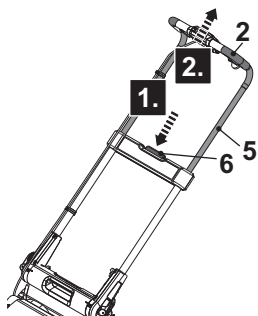
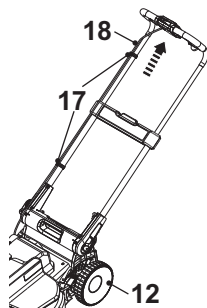

Fig. 3
Fig. 4
4. Premir o botão de bloqueio (6) e mantê-lo em posição (Fig. 3, passo 1), depois agarrar a pega (2) para puxar a pega da barra superior (5) (Fig. 3, passo 2).
5. Solte o botão de bloqueio (6) e continue a puxar a pega da barra superior (5) até ouvir um clique audível.
6. Fixar o cabo de interconexão (18) com dois cliques de arame (17) (Fig. 4). Puxar o cabo de interconexão (18) para evitar o contacto com a roda traseira (12), se necessário.